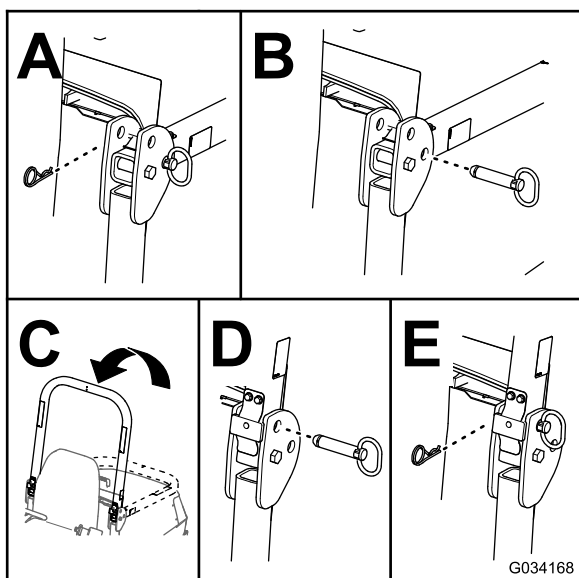

Figura 31
2. Togliete le coppiglie e i perni dal roll bar (Figura 31).
3. Sollevate il roll bar e fissatelo in posizione con i perni e le coppiglie (Figura 31).